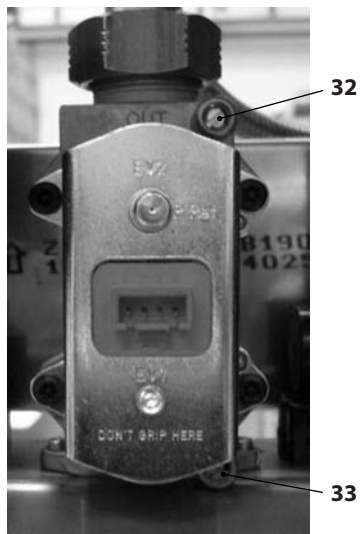

Figura 7.1
A caldaia spenta (fuori servizio), controllare la pressione di alimentazione utilizzando la presa 32 in Figura 7.1 e confrontare il valore letto con quelli riportati nella tabella Pressioni di alimentazione gas nella sezione "Dati tecnici M290.24CM/..." a pag. 24, "Dati tecnici M290.28CM/..." a pag. 27 e "Dati tecnici M290.32CM/..." a pag. 30.
• Richiudere bene la presa di pressione 32 in Figura 7.1.
• Aprire la presa di pressione 32 in Figura 7.1 e collegare un manometro.